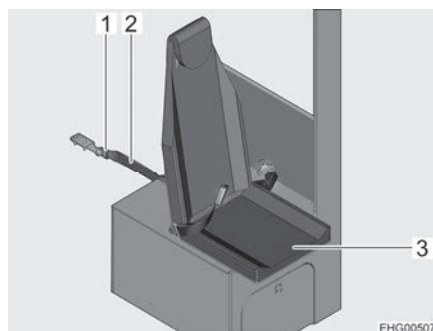

Fig. 37 Retención del asiento de enchufe
- Enchufar el cinturón de retención (Fig. 37,2) en la hebilla (Fig. 37,1).
- Plegar la superficie de asiento (Fig. 37,3) hacia abajo.